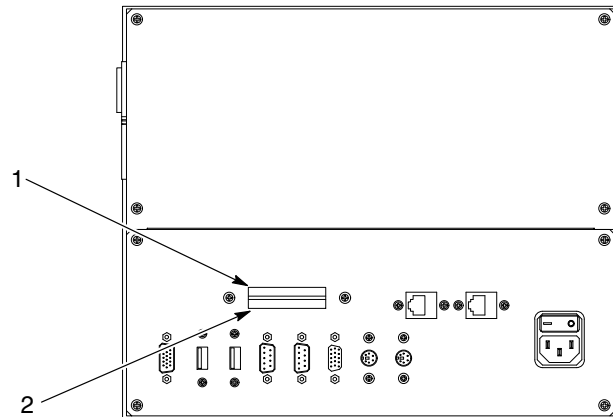

Figure 3-11 Emplacement de la carte des données utilisateur et du programme
Voir la figure 3-11. Les emplacements pour les cartes CompactFlash se trouvent à l'arrière du PC. La carte du haut (1) est celle des données, celle du bas (2) contient le programme.